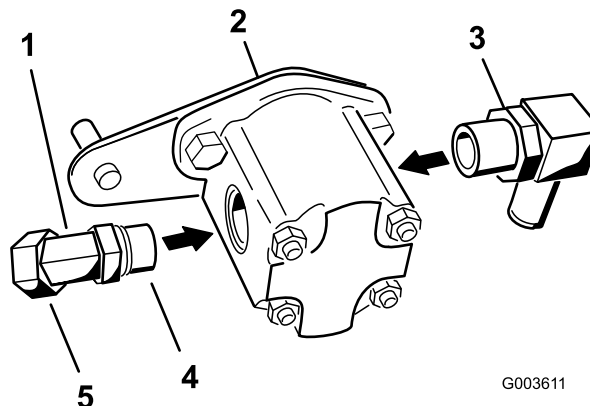

Figure 17
- Montez le raccord coudé à 45° sur le côté de la pompe hydraulique (Figure 17).